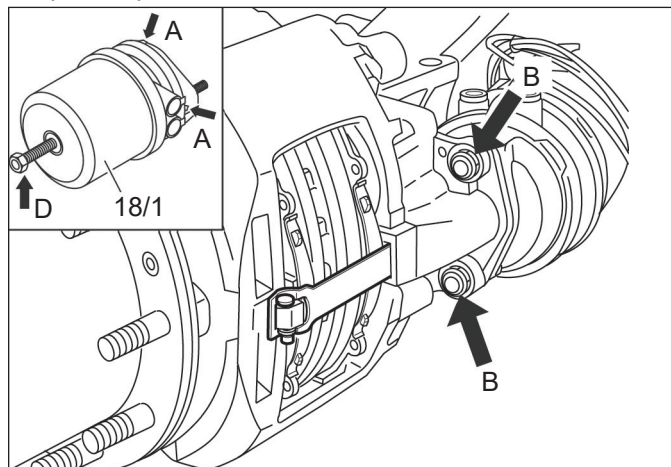

Figure 4 – Encagement et démontage de l'actionneur de frein à ressort à cylindre
4. Insérer l'outil de libération (boulon en T) dans le trou de serrure de l'outil de libération et dans le plateau de pression. Tirer l'outil de libération pour bien le loger et le bloquer dans le plateau de pression. Voir Figure 4.
2. Tout en supportant le récepteur en place, enlever et jeter ses écrous de montage (Figure 4, flèches marquées « B »). Déposer le récepteur de freinage.
4. En prenant soin de ne pas mettre de graisse sur le diaphragme, le mettre en place sur le logement sans pression. Voir la figure 4 pour connaître la position correcte dans laquelle placer l'alignement du diaphragme et du collier à l'étape suivante.